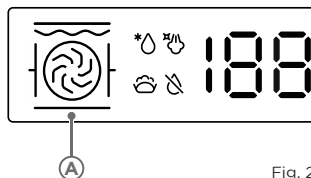

Fig. 2
1. Para selecionar uma das funções do forno, durante o modo de espera, movimente o botão controlador até o indicador mostrar a função desejada ("A" - Fig. 2). O display mostrará o ícone da função e o tempo inicial de "30:00" (30 minutos), e a temperatura padrão da função selecionada.